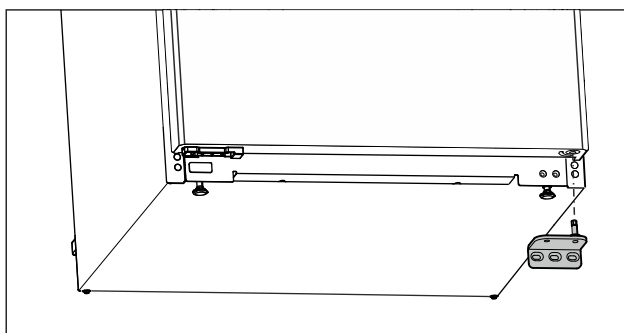

Fig. 8
- ▶ Fjern lagerbukken nedover. (se Fig. 8)